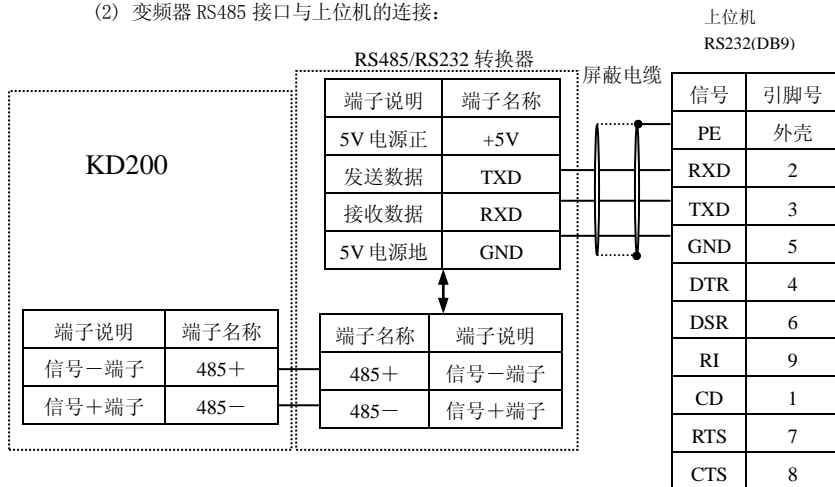
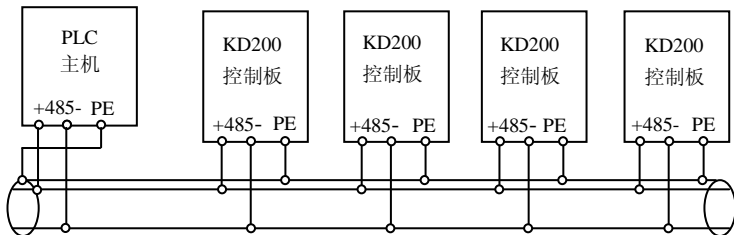

图 3-19 RS485—(RS485/232)—RS232 通讯配线
图 3-20 PLC 与变频器多机通信时的接线图(变频器、电机全部良好接地)
(3) 多台变频器可通过 RS485 连接在一起，由 PLC（或上位机）作主机控制，如图 3-19 所示，也可以其中一台变频器作主机，其它变频器作从机，如图 3-20 所示。随着连接台数的增加，通讯系统越容易受到干扰，建议按如下方式接线：